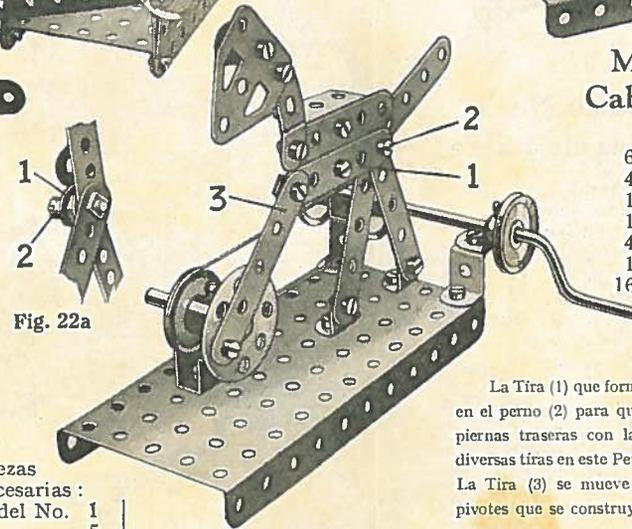

Fig. 22a
La Tira (1) que forma una parte del cuerpo, se mueve libremente en el perno (2) para que con ayuda de dos tuercas pueda unir las piernas traseras con la cola rigidamente. La colocación de las diversas tiras en este Perno (2) se ilustra más claramente en Fig. 22a. La Tira (3) se mueve libremente a cada extremo y entorno de pivotes que se construyen con tuercas y pernos.